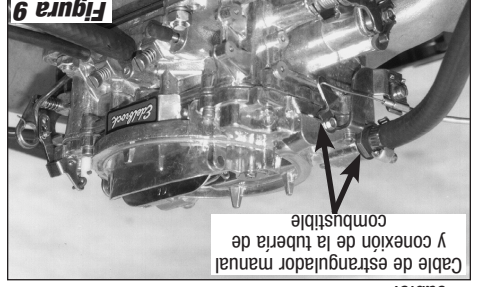

Figura 9
5. Estrangulador manual: Conecte el cable del estrangulador manual al soporte de montaje del cable de palanca del estrangulador (vea la Figura 9).